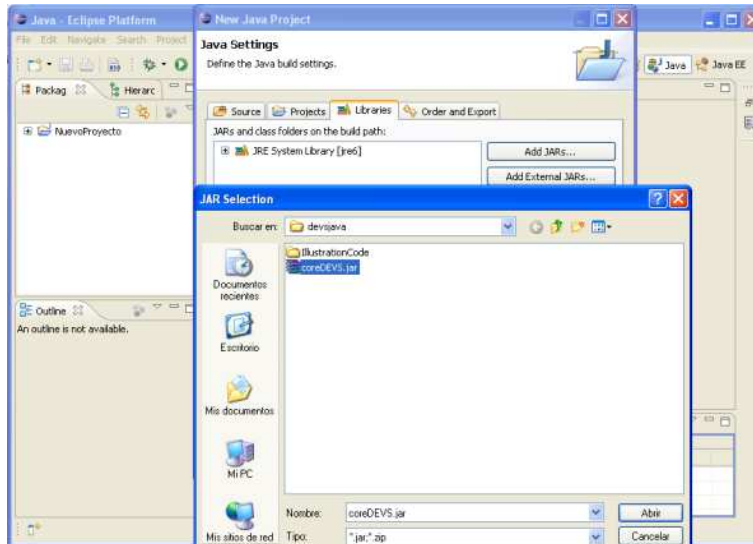

Figura 2.2: Instalación de DEVSJAVA y creación de un Proyecto. Paso 6.
6. Seleccionar la pestaña *Libraries*, hacer click en *Add External JARs*, buscar el archivo *coreDEVs.jar* en la carpeta en la que se ha guardado, seleccionarlo y hacer click en *Abrir*. Pulsar *Finish*. Ver la Figura 2.2.